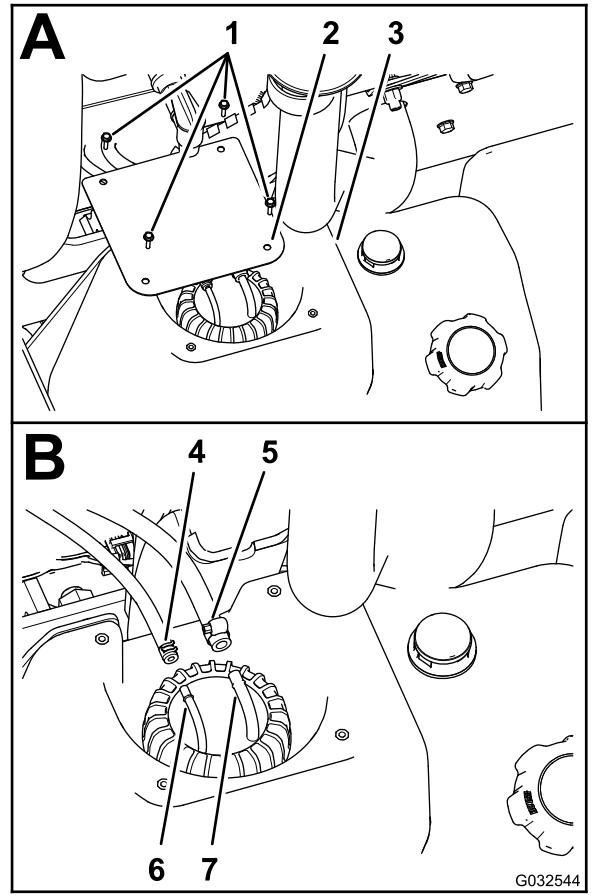

Bild 76
2. Entfernen Sie am Kraftstofftank die vier Schrauben (Nr. 10 x $\frac{3}{4}$ "), mit denen die Abdeckung oben am Kraftstofftank befestigt ist, und nehmen Sie die Abdeckung ab (Bild 76).
3. Lösen Sie die Klemmen, mit denen die zwei Anschlussstücke der Kraftstoffschläuche oben am Steigrohr befestigt sind (Bild 76).
4. Schließen Sie die zwei Schläuche von den Schlauchanschlussstücken ab und lassen Sie den Kraftstoff aus den Schläuchen in einen zugelassenen Benzinkanister ablaufen (Bild 76).
4. Schließen Sie den Kraftstoffschlauch (6,4 mm) am Schlauchanschlussstück (6,4 mm) an und befestigen Sie den Schlauch mit der Schlauchklemme am Anschlussstück (Bild 76).
5. Schließen Sie den Kraftstoffschlauch (8 mm) am Schlauchanschlussstück (8 mm) an und befestigen Sie den Schlauch mit der Schlauchklemme am Anschlussstück (Bild 76).